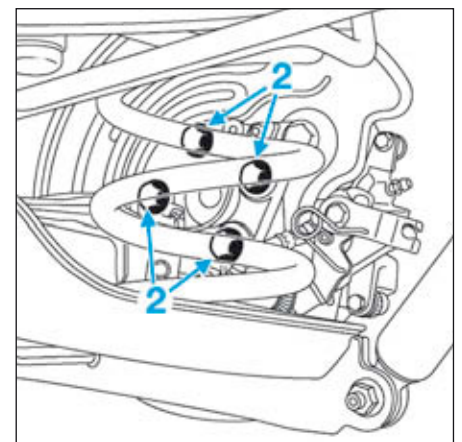

FIG.23
- Déposer les vis (2) (Fig.23), puis le porte moyeu.